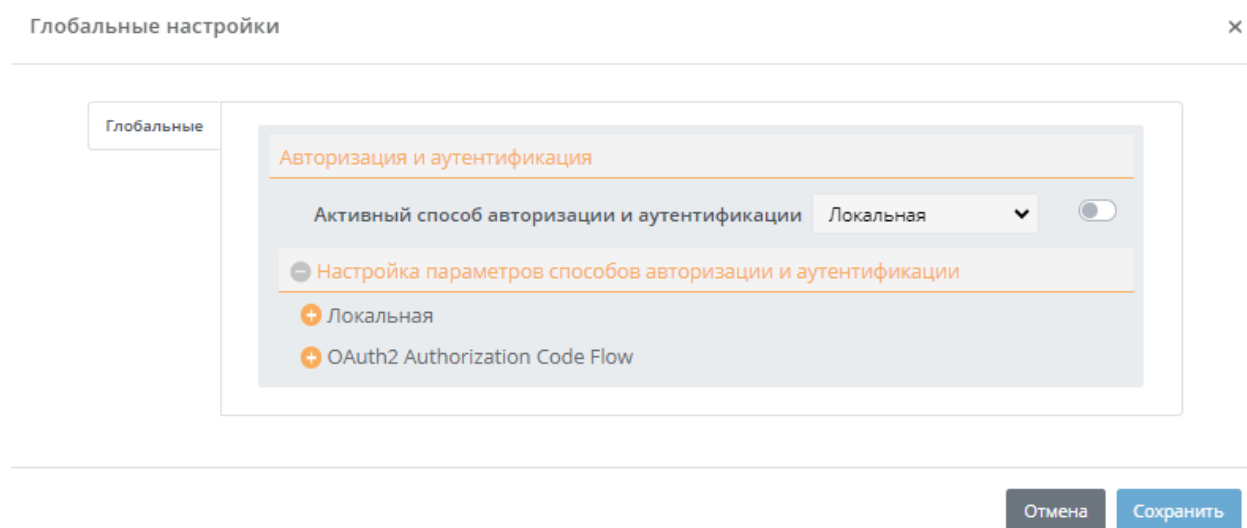

Рисунок 8. Форма глобальных настроек
- 3) кнопка для открытия формы глобальных настроек (Рисунок 8) (подробнее о глобальных настройках описано в разделе Настройки документа «Руководство администратора»);